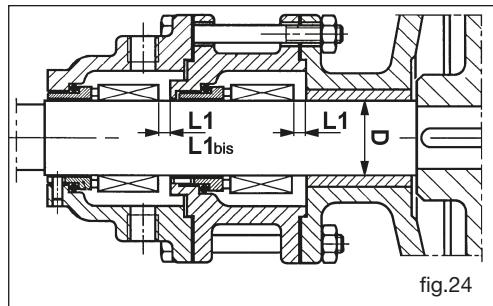

fig.24
- Infilare la flangia-supporto (09).
- N.B. La tabella indica il diametro D dell'albero e la distanza L1 tra la tenuta (66.1) e la flangia-supporto (09) non bloccata ma appoggiata al retro del rotore (fig. 24).**
- Montare il portatenuta sulla flangia-supporto e ripetere le operazioni precedenti con la tenuta (66.2) e il portatenuta (81).